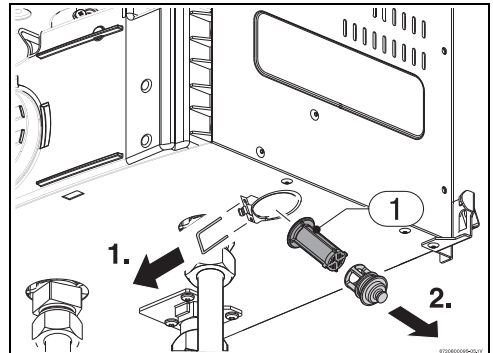

Fig. 47
- ▶ Sustituir el filtro de agua, consultar la (Fig. 47).